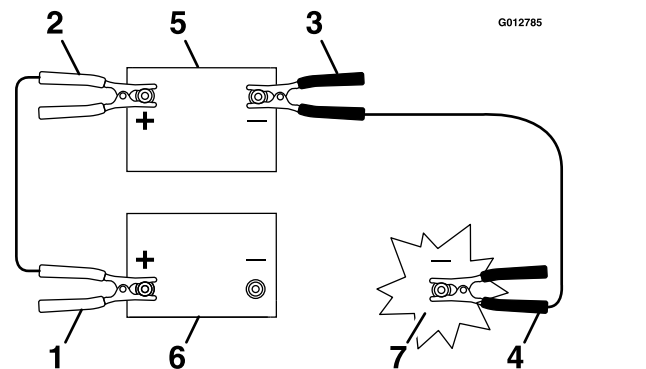

Figure 42
3. Connectez le câble positif (+) à la borne positive (+) de la batterie à plat qui est reliée au démarreur ou au solénoïde, comme montré à la Figure 42.